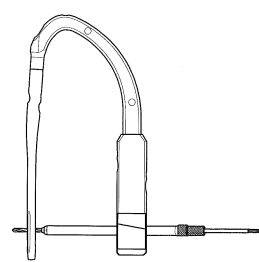

図11
- 2) ロッキングスクリーン用スリーブ (ドリルスリーブ付き) を挿入し、ロック用スクリーン用ドリルを通し、ネールのスクリーンホールに干渉しないことを確認します。(図11)